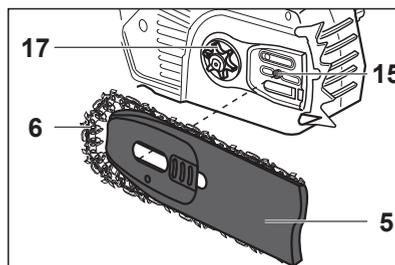

Fig. 3
- > Alignez le guide-chaîne [5] et la chaîne [6] avec le pignon d'entraînement [17] et le trou de montage [15]. Enfiler la chaîne sur le pignon d'entraînement [17] puis abaissez le guide-chaîne [3] pour l'emboîter sur le trou de montage [15] (fig. 3, 4).